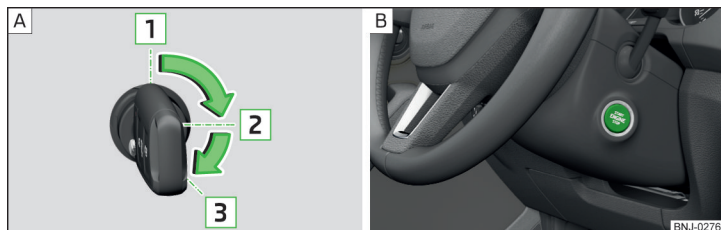

Fig. 192 Posizioni della chiave veicolo nel blocchetto di accensione / pulsante Starter
Posizioni della chiave veicolo nel blocchetto di accensione » fig. 192 - [A]
» Premere il pulsante » fig. 192 - [B], l'accensione viene inserita/disinserita.
» Nei veicoli con **blocchetto di accensione** ruotare la chiave in posizione » fig. 192 a pag. 169 - [A], ha luogo il processo di avviamento. Rilasciare la chiave, il motore si avvia in automatico.
» Nei veicoli con **pulsante Starter** premere brevemente il pulsante » fig. 192 a pag. 169 - [B], il motore si avvia automaticamente.
- » Nei veicoli con **blocchetto di accensione** ruotare la chiave in posizione » fig. 192 a pag. 169 - [A].
- » Nei veicoli con **pulsante Starter** premere il pulsante » fig. 192 a pag. 169 - [B], il motore e l'accensione vengono disattivati contemporaneamente.
» Tenere premuto il pulsante » fig. 192 a pag. 169 - [B] o premerlo due volte entro 1 secondo.